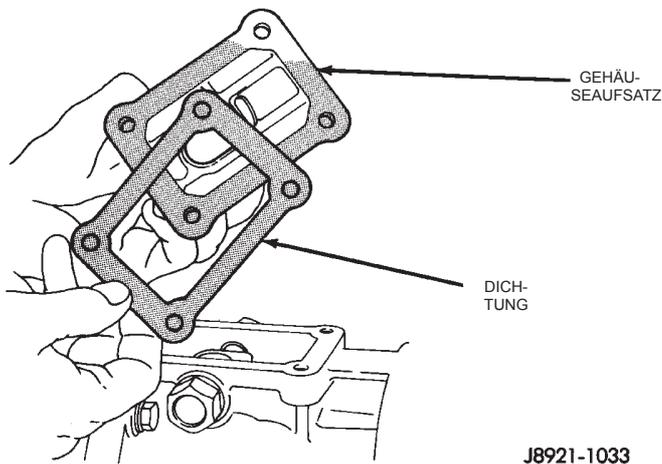

Abb. 18 Dichtung des Gehäuseaufsatzes abnehmen
- (7) Die Dichtung des Gehäuseaufsatzes von Gehäuseaufsatz oder Getriebegehäuse abnehmen (Abb. 18).